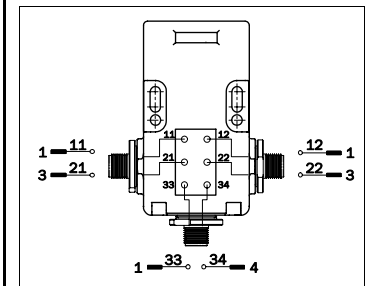

Fig. 7 : Brochage des contacts i17-SA214
- Brochage des contacts cf. Fig. 7.